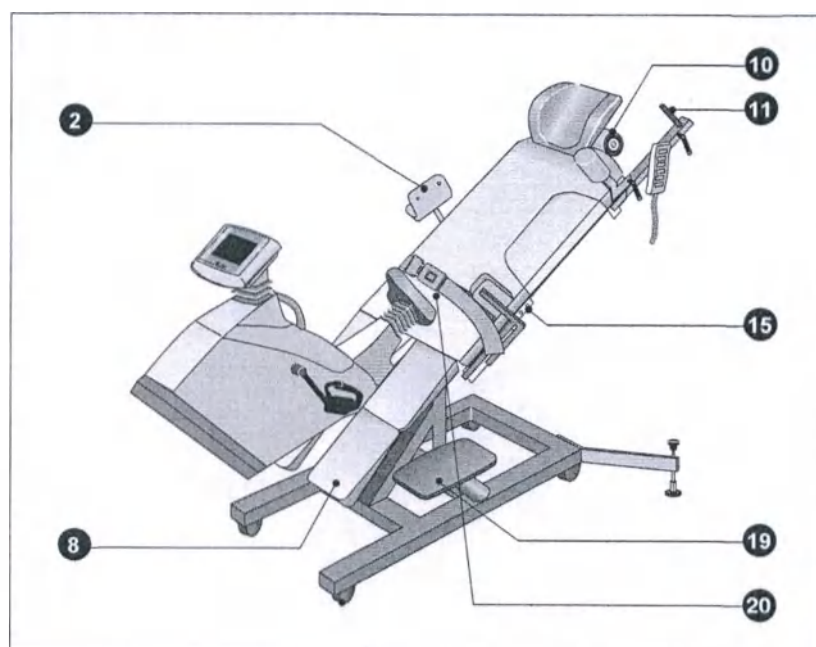

Рис. 3-4 Установка принадлежностей
- Вставьте крепление подлокотника в направляющую справа и закрепите его в нужном положении **2** (рис. 3-4) (только на стресс-эхографических деках с модулем измерения артериального давления).